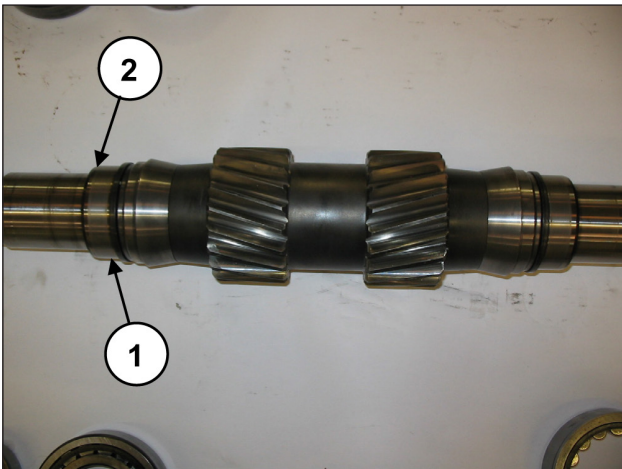

Abb. 34
Entfernen Sie die Innenringe der Lager von der Zapfwelle (Pos. ①, Abb. 34) und die beiden Distanzringe des Innenlagers (Pos. ②, Abb. 34).